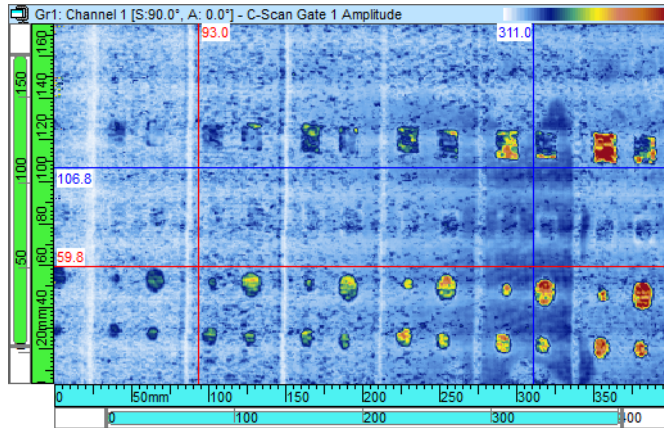

Figure 7-42 Curseurs de binarisation
3. Placez les curseurs rouge et bleu (en double-cliquant avec les boutons gauche et droite de la souris) de manière à tracer un rectangle dans une zone qui sera utilisée comme zone de référence (voir la Figure 7-42 à la page 398).